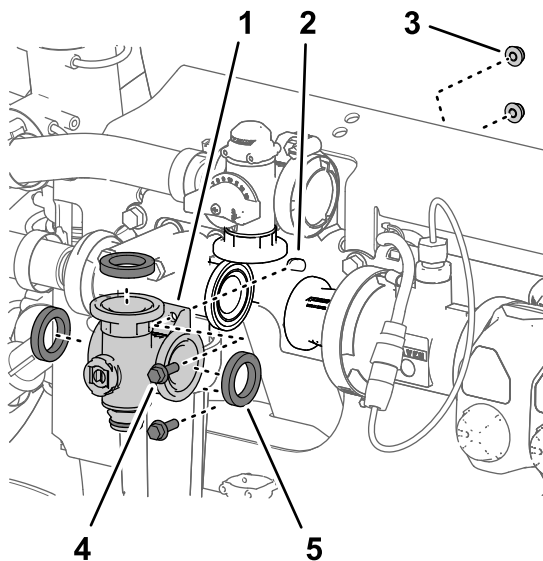

Bild 109
3. Entfernen Sie die zwei Bundkopfschrauben ($\frac{1}{4}$ " x $\frac{3}{4}$ ") und die zwei Sicherungsbundmutter ($\frac{1}{4}$ "), mit denen der Rührwerkventilverteiler an der Ventilstütze befestigt ist (Bild 109).
4. Nehmen Sie den Rührwerkventilverteiler und die Dichtungen von der Maschine ab (**Bild 109**).